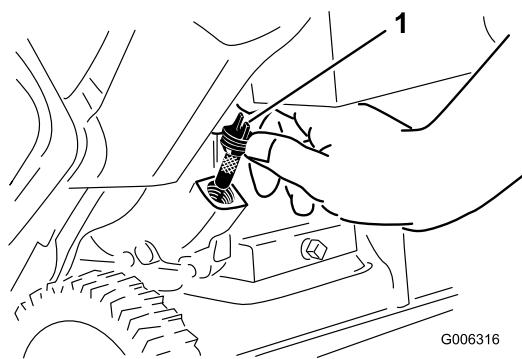

Figure 31
- 7. Dévissez et retirez le bouchon de remplissage (Figure 31).
- 6. Nettoyez la surface autour du bouchon de remplissage (Figure 31).